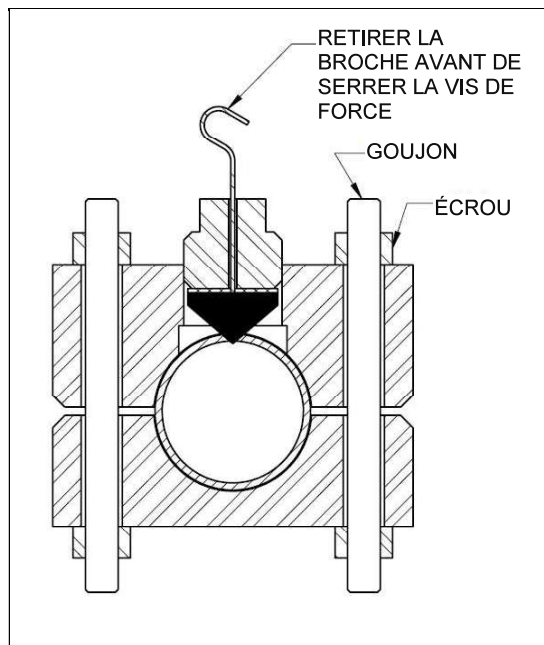

Figure 5
7. Maintenir fermement le collier Smith+Clamp PLIDCO en position et serrer uniformément les goujons et les écrous à la valeur de couple indiquée dans le tableau 1. Un espace égal doit être maintenu tout autour des deux moitiés du raccord. Vous devez vous assurer que l'écrou est complètement engagé, laissant au moins 2 filets dépasser des écrous, comme illustré à la figure 5. Si le raccord doit être entièrement soudé pour rendre le collier Smith+Clamp PLIDCO permanent, laisser dépasser un filetage de 3/16 pouce (4,8 mm) minimum au-dessus de chaque écrou.
9. Serrer la vis de force à une valeur de couple comprise entre 70 et 80 pi-lb (95 à 109 Nm). Une fois complété, l'assemblage devrait ressembler à la figure 5, moins la broche pilote.